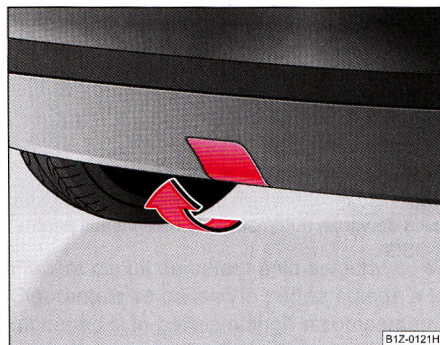

Fig. 215 Bara de protecție din spate:
- Scoateți capacul din bara de protecție ⇒ **fig. 215.**